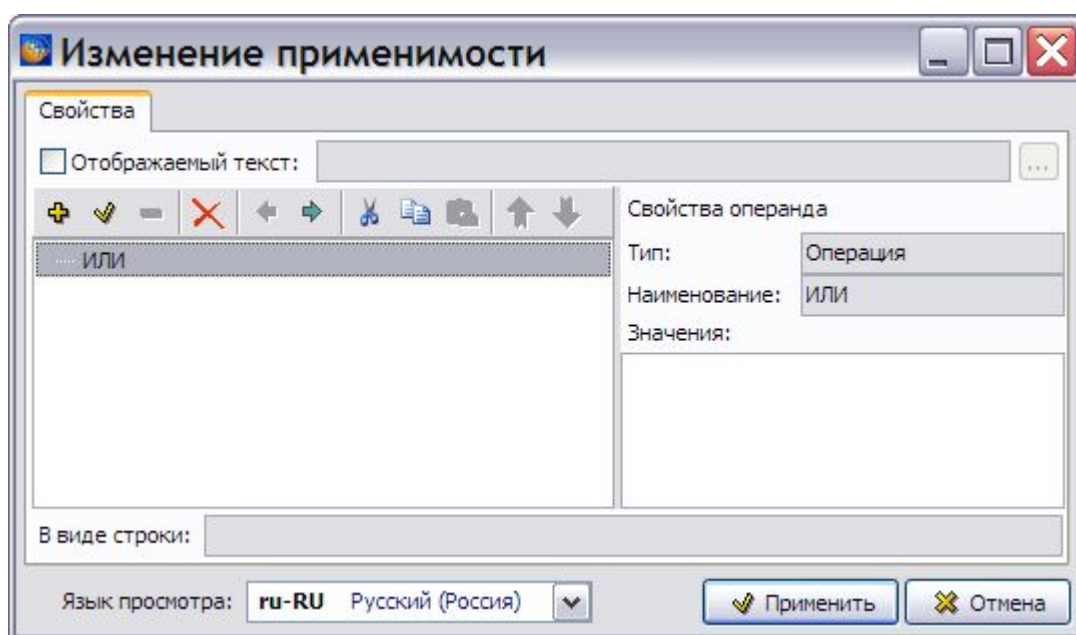

Рис. 10.6
3. Нажмите на кнопку  **Применить** в нижней части окна. После этого произойдет возврат в окно **Изменение применимости** (Рис. 10.6).